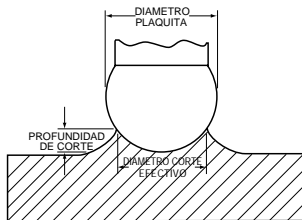

Figura 1
3. Consulte la Figura 1 y Tabla 1 para el Diámetro de Corte Efectivo (ECD).